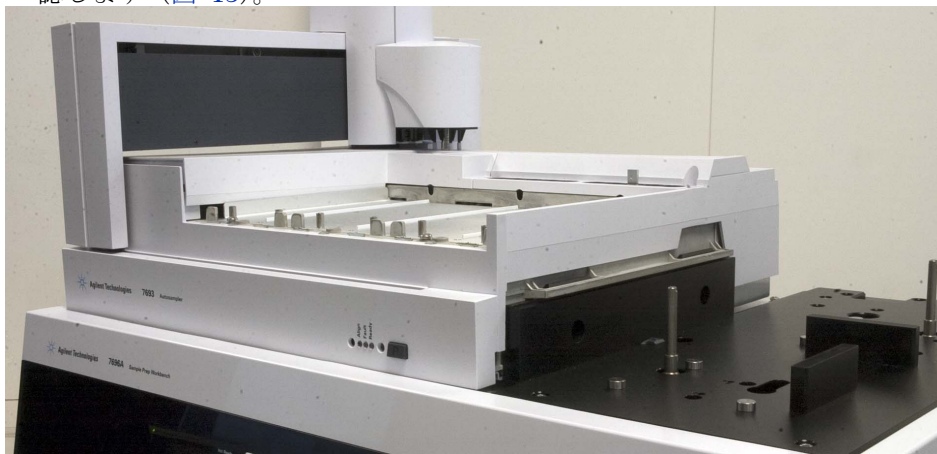

図 13 サンプルトレイをメインフレームベース上に設置する
- 2 サンプルトレイがメインフレームベース上に平らに配置されていることを確認します (図 13)。